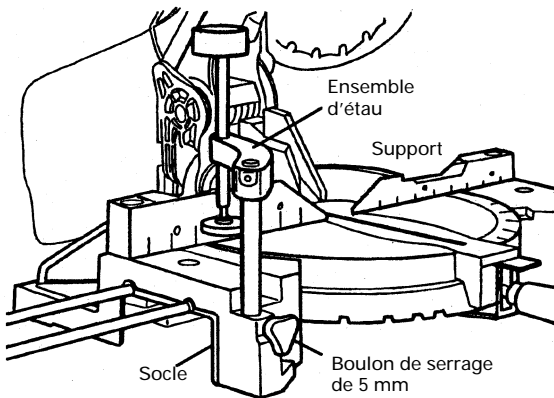
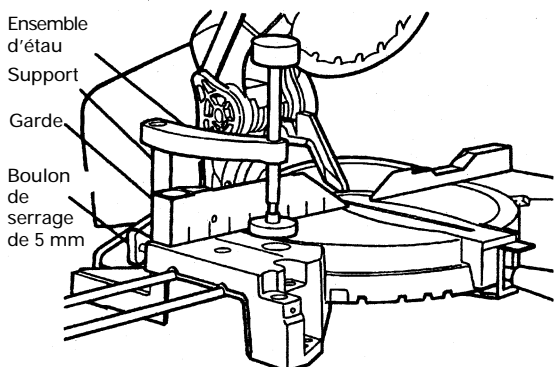

Fig. 18
Fig. 19
(1) L'ensemble d'étau pourra être monté sur le socle gauche ou sur le socle droit, et il pourra être relevé ou abaissé en fonction de la hauteur de la pièce.
① Insérer le support de l'ensemble d'étau dans l'orifice situé sur le socle gauche ou sur le socle droit.
② Puis, visser le boulon de serrage de 5 mm comme indiqué à la Fig. 18.
(2) L'ensemble d'étau pourra être monté sur la garde gauche ou sur la garde droite, et il pourra être relevé ou abaissé en fonction de la hauteur de la pièce.
① Insérer le support de l'ensemble d'étau dans l'orifice situé sur la garde gauche ou sur la garde droite.
② Puis, visser le boulon de serrage de 5 mm comme indiqué à la Fig. 19.